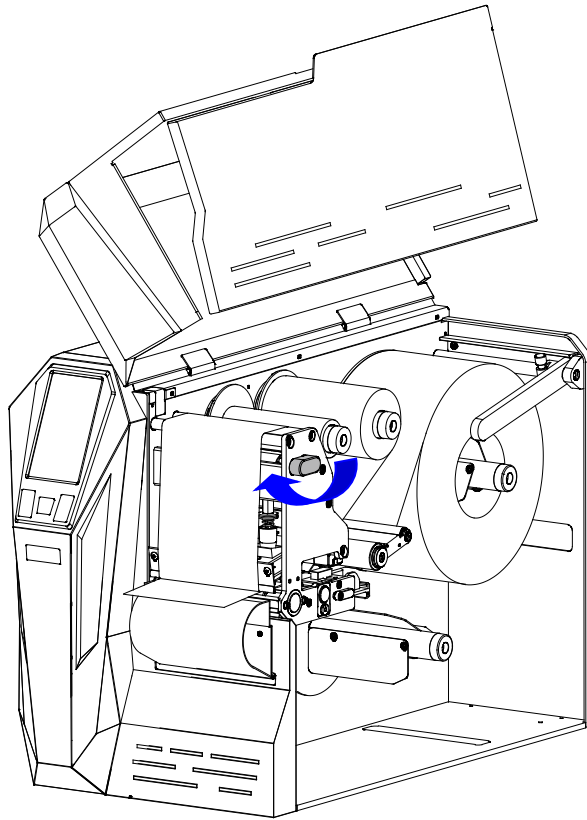

图 2-34 压下打印头
5. 沿 CLOSE 方向转动手柄，压下打印头，如图 2-34 所示。